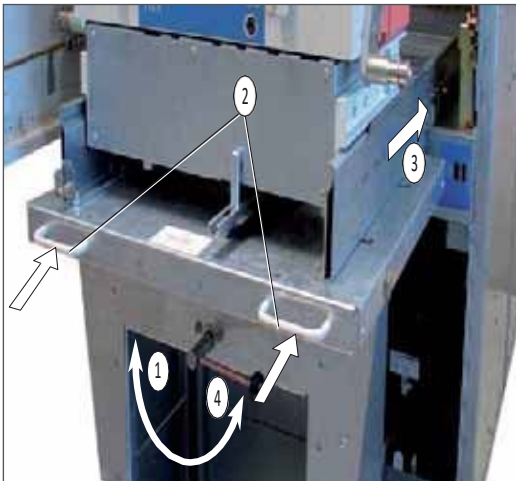

Fig. 4.12
- Tourner le levier à gauche (Fig. 4.12, 1). Le chariot de manutention est levé sur le devant.
- Rapprocher les guidages latéraux (3) du chariot de la cellule par l'intermédiaire des poignées (2) et tourner le levier à droite (4). Le chariot de manutention est verrouillé sur la cellule.